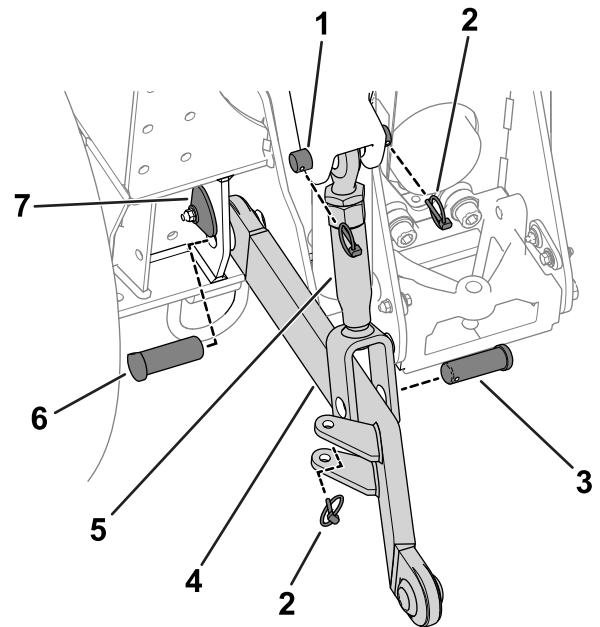
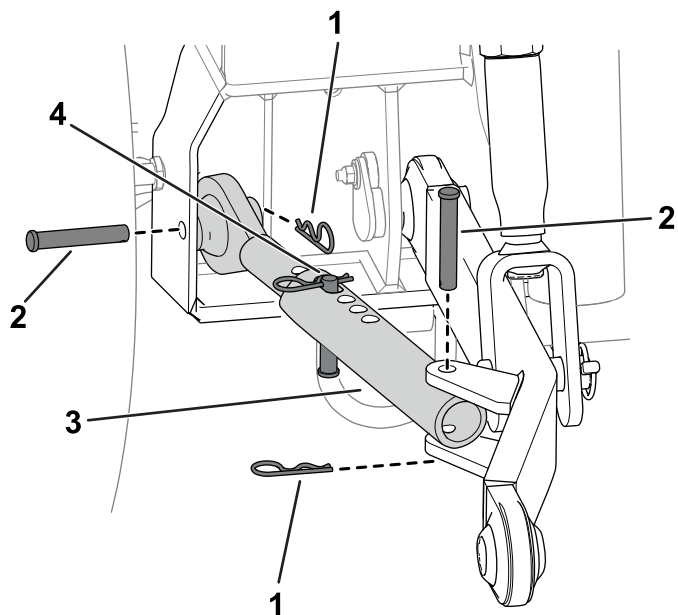

Figure 3
Figure 4
Remarque: La Figure 3 et la Figure 4 montrent l'installation des bras sur le côté gauche de la machine. Répétez cette procédure sur le côté droit de la machine.
1. Fixez le bras de levage de l'attelage aux bras de levage de la machine à l'aide d'un axe et 2 goupilles à anneau (Figure 3).
- A. Soulevez la plaque (Figure 3) pour exposer la goupille.
- B. Retirez la goupille inférieure (Figure 3).
- C. Positionnez le bras de traction comme montré à la Figure 3.
- D. Insérez la goupille inférieure dans le cadre et le joint du bras de traction (Figure 3).
3. Avec un axe de chape et une goupille à anneau, fixez le bras de levage au bras de traction (Figure 3).
4. Avec un axe de chape et une goupille fendue, fixez les barres stabilisatrices au cadre de la machine (Figure 4).
5. Avec un axe de chape et une goupille fendue, fixez la barre stabilisatrice au bras de traction (Figure 4).
6. Installez un axe de chape et une goupille fendue dans la barre stabilisatrice (Figure 4).